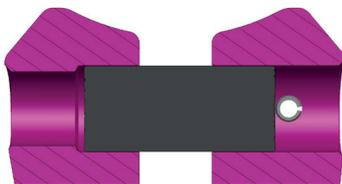

Abb. 3: G-Bolzenmontage durch Spannstift und Stufenbohrung (links). Ein G-Bolzen der nächst kleineren Größe fällt heraus.
- Der G-Bolzen muss durch den Spannstift und die Stufenbohrung unlösbar im Bauteil montiert sein (Abb. 3).